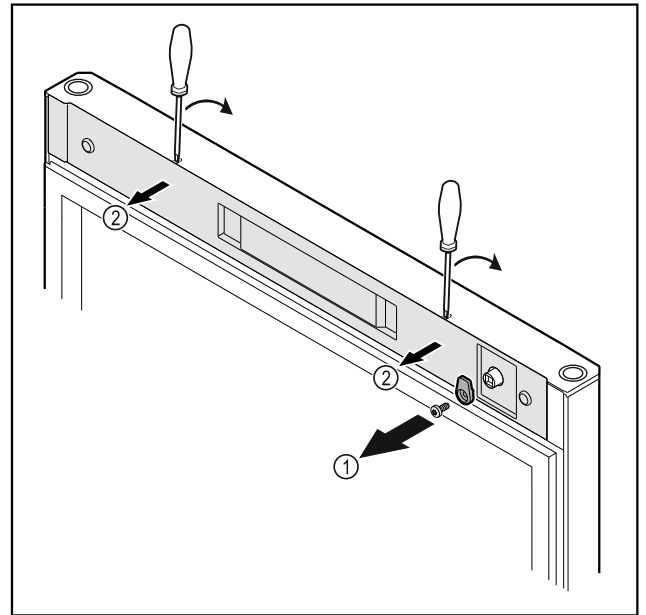

Fig. 19
- ▶ Odvijte zapiralni zatič Fig. 19 (1).
- ▶ Z majhnim izvijačem sprostite pokrov Fig. 19 (2) in ga odstranite.